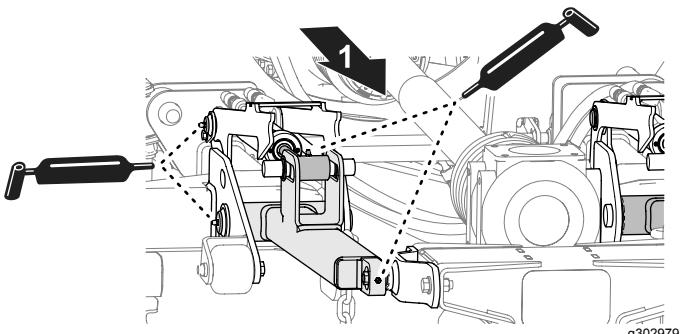

Figure 53
- Appliquez de la graisse sur les bras de levage, les vérins hydrauliques et les jambes de force du plateau de coupe central (Figure 53).
Appliquez la graisse spécifiée sur le graisseur au niveau des 3 axes de chaque plateau de coupe (Figure 53).